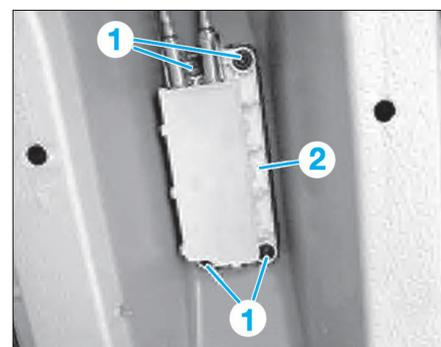

FIG. 13
- les vis (1) (Fig.13) du boîtier du levier de commande (2).